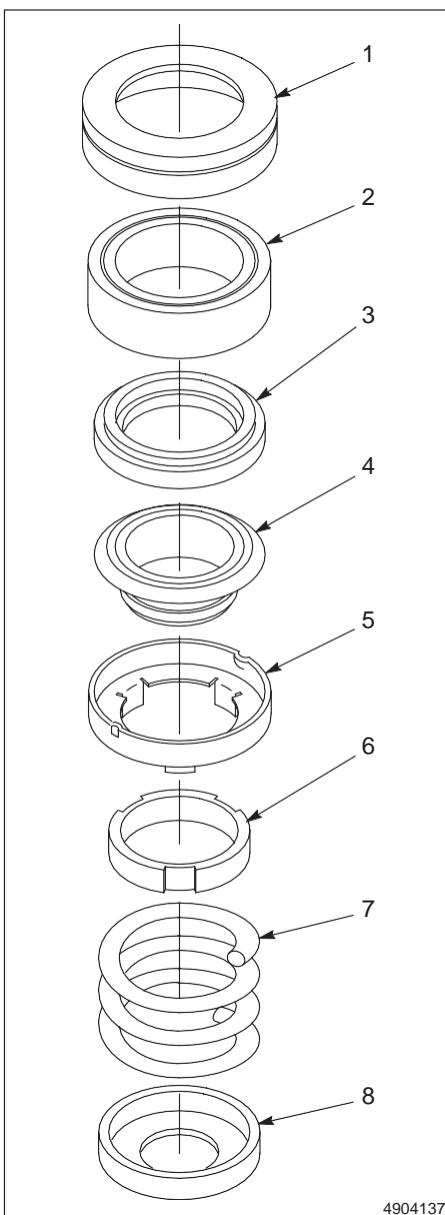

Fig. A 9-5 Componentes da Vedação de Face
1. Com o conjunto de ação fora do processador, remover o parafuso cabeça panela (2) que seguram a manga de retenção (3) no acoplamento de ação (1). Remover a manga de retenção.
3. Remover o anel de retenção externo (5) e a arruela plana (6) do conjunto de ação.
**NOTA:** A vedação de face (4) é composta de partes mostradas na Figura A 9-5.